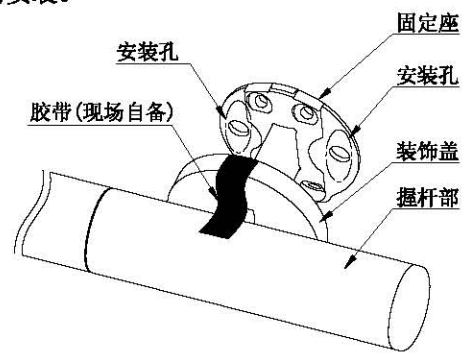

图1
1. 取出制品, 按(图1)方式将装饰盖从固定座上退到靠近握杆部的地方, 然后用胶带把装饰盖贴紧在握杆部以便于扶手的安装。
2. 在瓷砖墙上安装时, 比照产品安装孔(图1)的位置, 在墙壁上钻 $\varnothing 8 \times 60$ 的孔(I型扶手4个, L型扶手6个), 并将胀套轻轻打入安装孔(图2); 在木制墙壁上安装时, 参照(图3)安装方式, 用自攻螺钉(I型扶手8个, L型扶手12个)将扶手固定好(木制墙壁不需要使用胀套)。